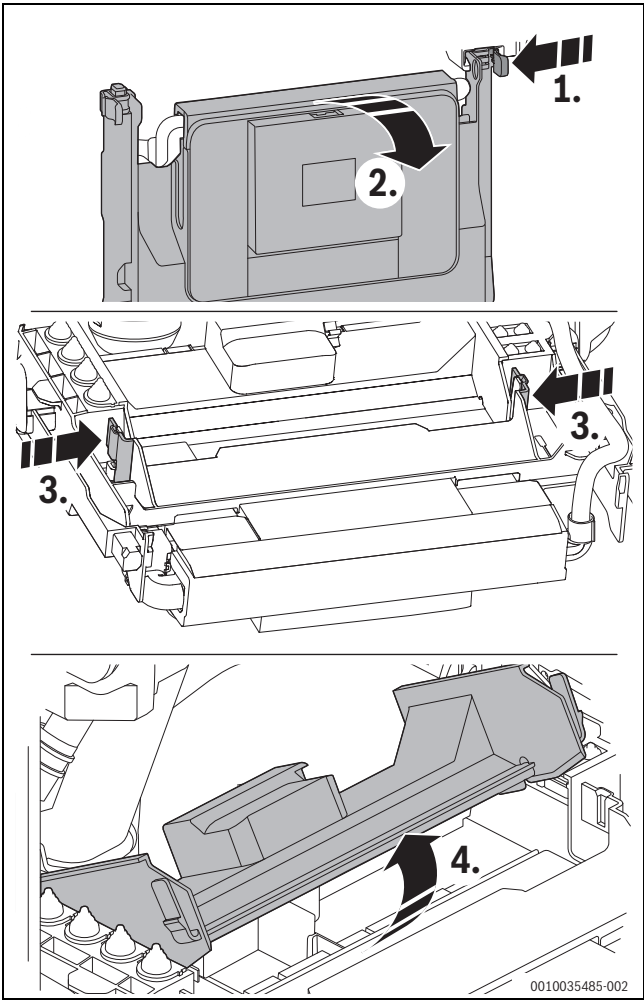

Fig. 30 Ouvrir l'appareil de commande
- Rabattre l'appareil de commande (→ fig. 30).